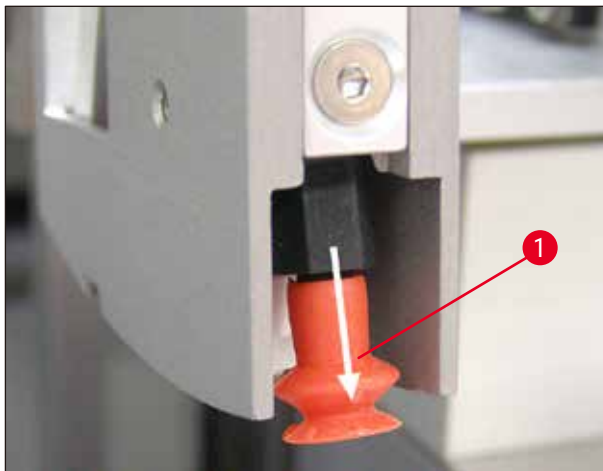

図 51
- サクションカップに明らかな変形や損傷がある場合は、交換する必要があります。そのためには、サクションカップを指で下方に引っ張って取り外し（→ 図 51）、新しいサクションカップと交換します。